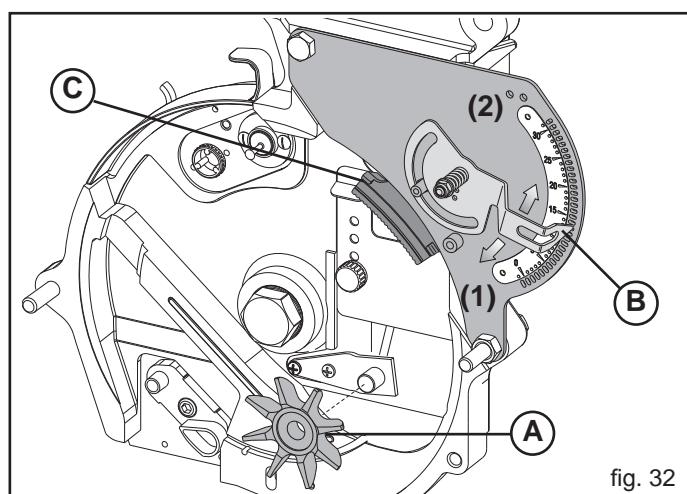

fig. 32
La Maison Productrice fournit, en série, (démonté) l'agitateur de graines pour chaque distributeur (A, Fig. 32).
Le déplacement de l'aiguille (B, Fig. 32) commande un curseur (C, Fig. 32) qui frotte le disque à la hauteur des trous et provoque la chute des graines excédentaires. Le sélecteur est réglé à chaque changement de graine et de disque vers les numéros inférieurs pour les petites graines (1, Fig. 32) et dans la direction contraire pour les graines plus grosses (2).
IMPORTANT: le sélecteur ne règle pas le débit d'air dans le distributeur; remplacer le curseur (C, Fig. 32) lorsque l'on change de type de semis (rangée unique, double rangée ou triple rangée).